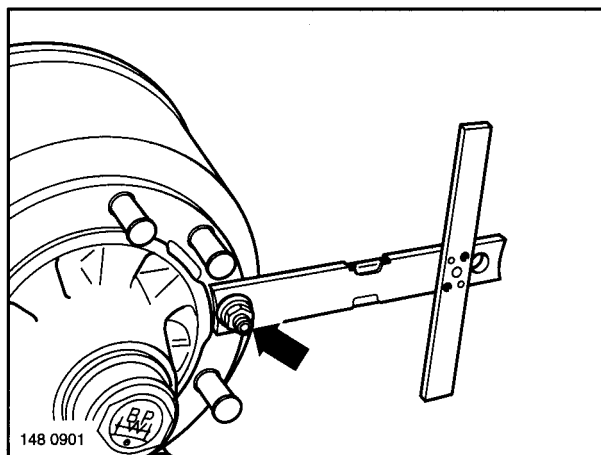

Fig. 1
(1) Screw the measuring tools onto a wheel stud on both sides of the axle (Fig. 1/arrow).
(1) Fixer les équerres de mesure des deux côtés de l'essieu, sur un goujon de roue (figure 1/flèche).
- (1) Meßwerkzeuge auf beiden Achsseiten an einen Radbolzen anschrauben (Fig. 1/Pfeil).